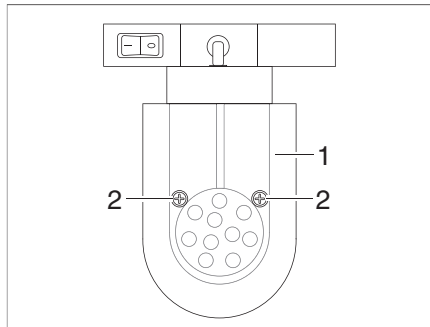

Bild 166 LED-Spotleuchte (verschiebbar)
- Befestigungsschrauben (Bild 166,2) lösen.
- Lampenglas (Bild 166,1) vorsichtig abnehmen.